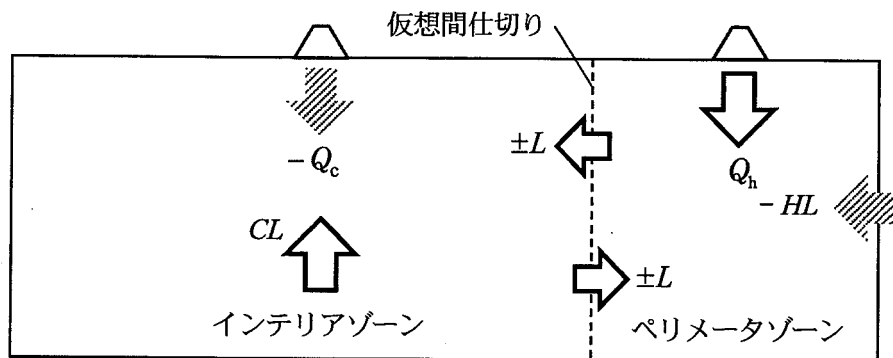

図1
図1は、仮想の間仕切りを想定して、あるオフィスエリアをインテリアゾーンとペリメータゾーンにゾーニングして、それぞれ独立した系統で空調したときの冬期における冷暖房負荷と供給熱量あるいは除去熱量との関係を示したものである。ここで、冷房負荷を CL 、暖房負荷を HL 、仮想間仕切り間を行き来する熱を L とし、それに対する空調システムからの冷熱供給量を Q_c 、温熱供給量を Q_h とする。これらはいずれも正の値とし、冷却あるいは失われる熱には「-」を付す。
2) 図1において、次の i) ~ iii) の3ケースにおける熱バランスを考えてみる。